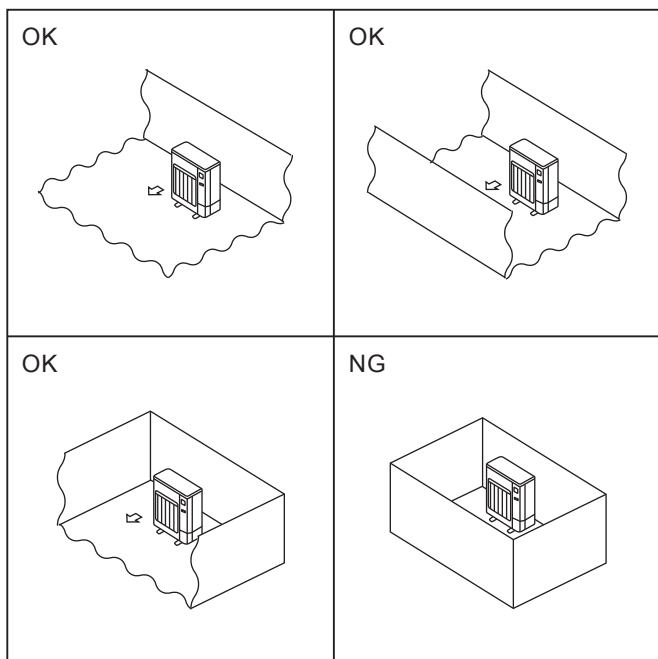

Fig. 2-1
- ⊙ Installer udendørsenheder på et tilstrækkeligt stort område, hvor mindst én af enhedens fire sider ikke er blokeret, og hvor der ikke er fordybninger. (Fig. 2-1)